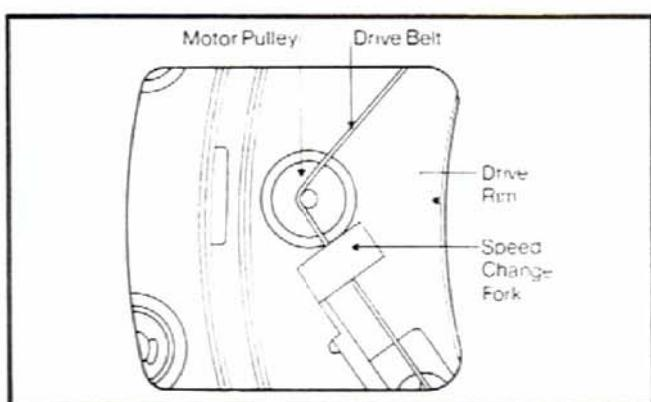

Fig. 4
- Lift the drive belt away from the turntable drive rim, pass it between the horizontal arms of the speed change fork and then over the smaller diameter of the drive pulley (see Fig. 4).
- (c) Relever la courroie d'entraînement pour l'écartez du rebord du plateau la faire passer entre les bras horizontaux de la fourchette de changement de vitesse, puis au dessus du plus petit diamètre de la poulie motrice (voir Fig. 4).